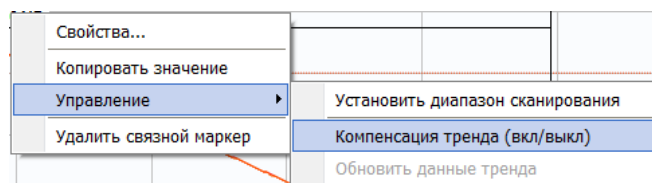

Рисунок 7.2 – Меню связного маркера
- Шаг 3.** Выбрать в меню связного маркера «Управление > Компенсация тренда» (рисунок 7.2).